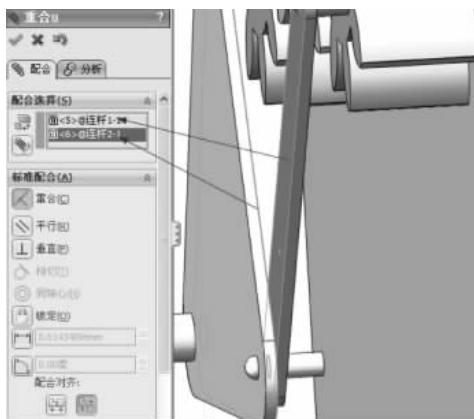

图 3-93 添加重合配合
(7) 添加重合配合,选择【重合】配合类型 ,在【配合选择】选项组下的选择框中选择连杆 1 前表面和连杆 2 内表面,如图 3-93 所示。